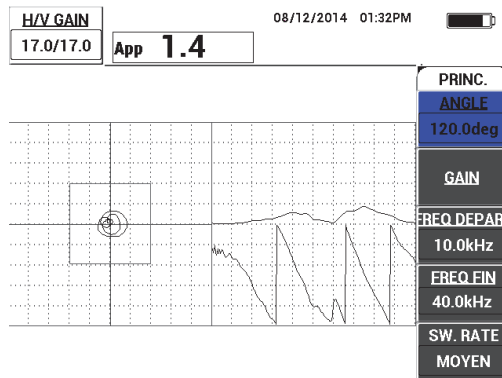

Figure 6-57 Tracé entre deux divisions
1. Placez les extrémités de la sonde sur une zone sans défauts de la pièce, appuyez sur la touche **GAIN (dB)**, et puis utilisez la molette pour régler le **GAIN** jusqu'à ce que le tracé se situe entre deux divisions de la boîte d'alarme (voir la Figure 6-57 à la page 178).